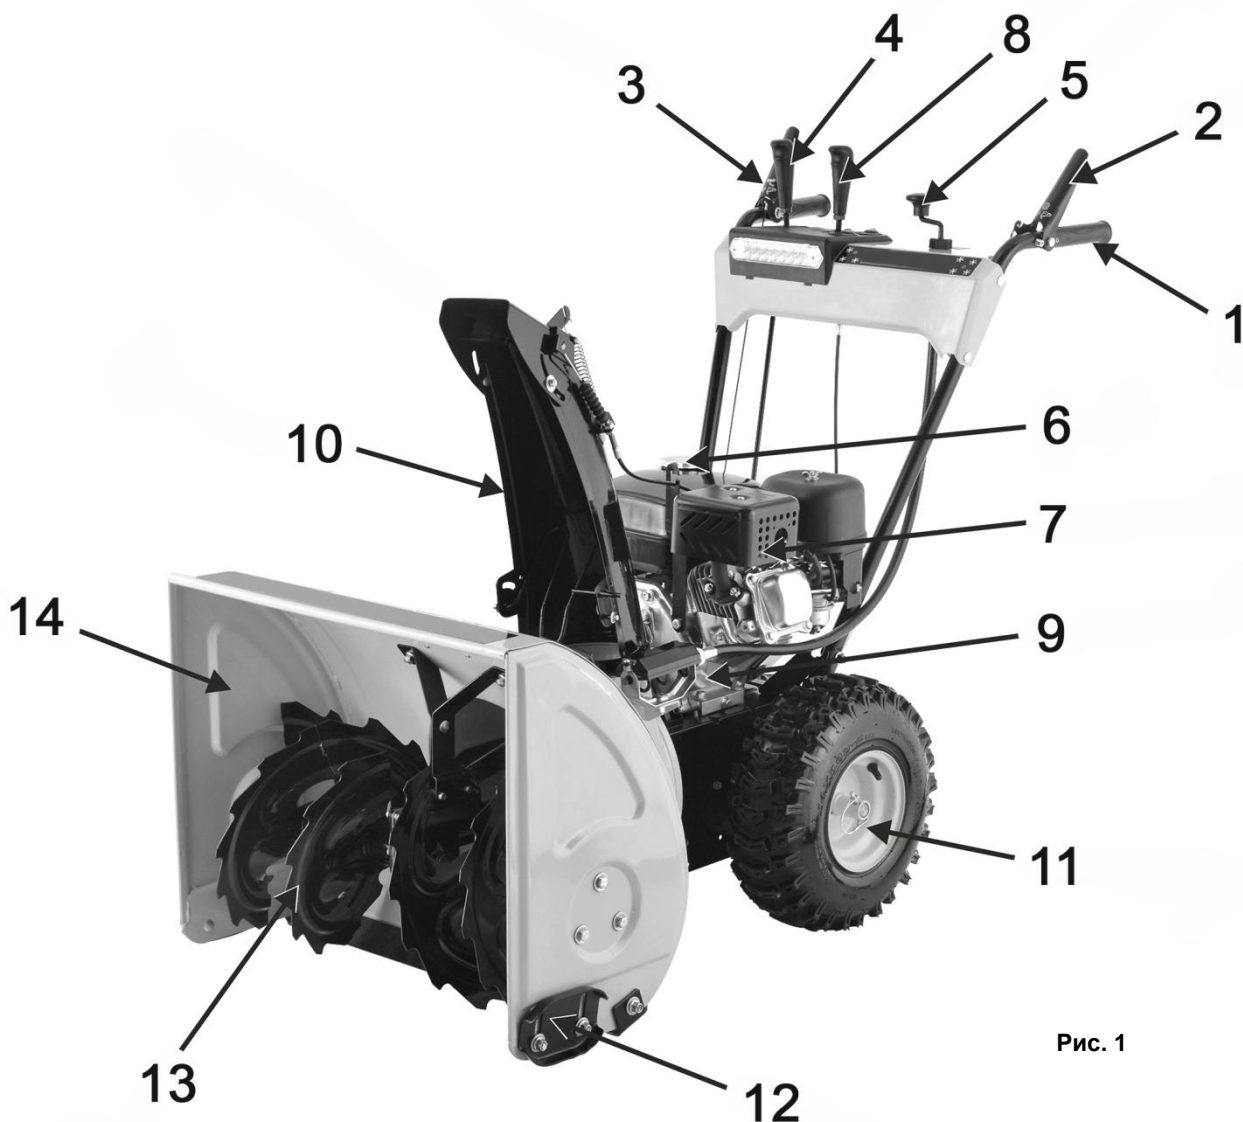
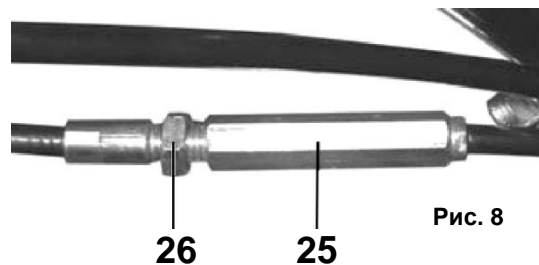

Рис. 1
Рис. 8
- Снегоуборщик вращением лопастей шнека (13)(См. Рис.1) убирает снежный покров с ровных площадей, и через снегоотвод (10) выбрасывает его в выбранную сторону.
- Шнек (13)(См. Рис.1) представляет собой винтовой механизм в виде стержня с наклонными лопастями, приводимый в действие двигателем. Шнек захватывает, и транспортирует снежную массу внутрь снегоуборщика на вращающуюся крыльчатку (импеллер), далее снежная масса выбрасывается в необходимую сторону (влево или вправо), через поворачиваемый желоб (снегоотвод).
- Выбор направления отвода снега устанавливается вручную поворотом рукоятки (5)(См. Рис.1)
- Снегозаборник (14)(См. Рис.1) служит для захвата снега и направления его потока в рабочую зону снегоуборщика (на шнек).
Рычаг привода колес (2)(См. Рис.1)
- При нажатии рычага привода колес (2), включается система привода, и снегоуборщик начинает движение.
- При отпускании рычага привода колес (2), привод отключается, и снегоуборщик прекращает движение.
Рычаг привода шнека (3)(См. Рис.1)
- При нажатии рычага привода шнека (3), включается система привода, и лопасти шнека (13)(См. Рис.1) начинают вращение.
Рычаг переключения скоростей (4)(См. Рис.1)
- Для изменения скорости и направления движения: остановите снегоуборщик и вращение шнека, переведите рычаг (4)(См. Рис.1) в соответствующее выбранному режиму движения положение.
- Установите желоб снегоотвода (10)(См. Рис.1) на выпускной канал импеллера.
- Установите в отверстие на рычаге управления (2; 3)(См. Рис.1) верхний Z-образный конец троса (19)(См. Рис.4).
- Установите / замените ограничительные башмаки (12)(См. Рис.1; 7) с каждой стороны снегозаборника.
- Рычаги приводов колес и шнека (2) и (3) должны прижиматься к рукояткам руля управления (1)(См. Рис.1) без чрезмерных усилий.
- Проверьте работу рычагов привода колес (2) и шнека (3)(См. Рис.1).
- Рычаги (2) и (3) должны полностью прижиматься к рукоятке управления. Если этого не происходит, значит, тросики перетянуты, и их необходимо ослабить.
- Отрегулируйте приводные тросы с помощью резьбовой втулки (25)(См. Рис.8), расположенной в средней части троса.
- Для натяжения тросика: ослабьте гайку (26), а затем переместите резьбовую втулку (25) вверх и затяните гайку (26)(См. Рис.8) до втулки.
- Для ослабления тросика: ослабьте гайку (26) и переместите резьбовую втулку (25) вниз и затяните гайку (26) до втулки.